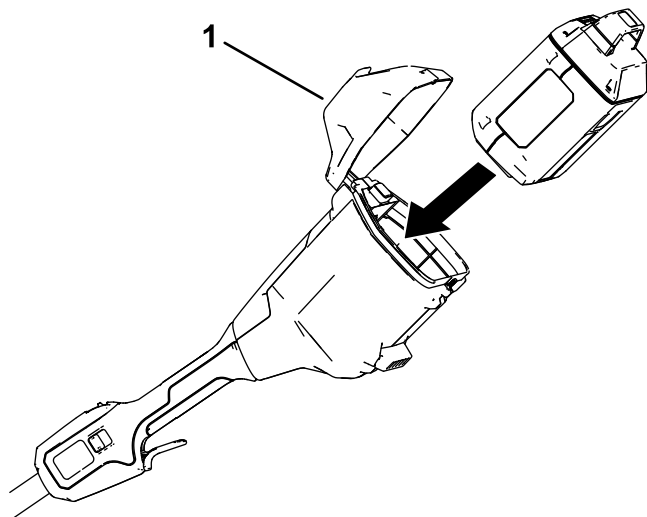

Figure 8
2. Ouvrez le couvercle de la batterie (Figure 8).
3. Alignez le creux de la batterie sur la languette dans le compartiment de la batterie (Figure 8).
4. Poussez la batterie dans le compartiment jusqu'à ce qu'elle s'enclenche dans le verrou (Figure 8).